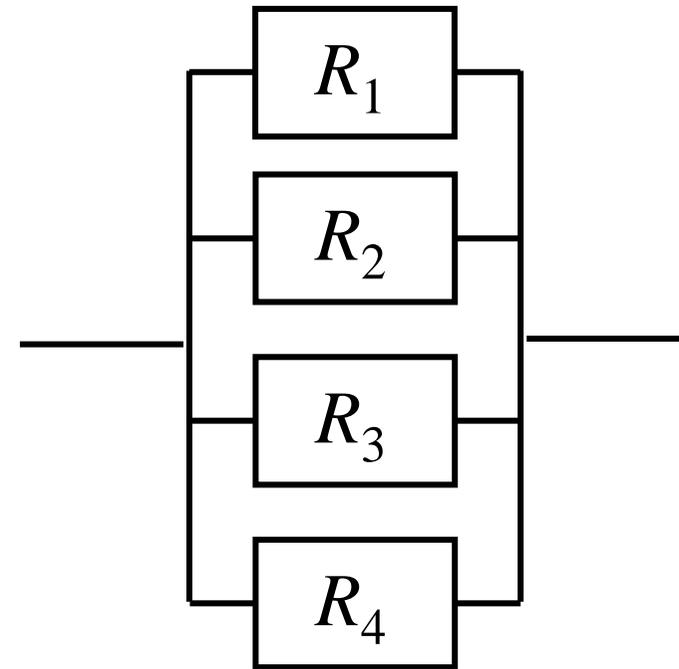

图3
(1) 产品：同前，仅失效条件为四灯全不亮。
(2) 可靠性框图（见图3）